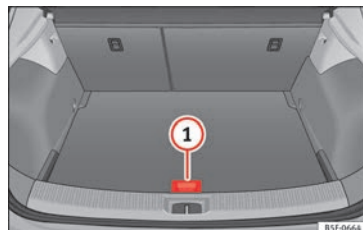

Fig. 179 Bagagliaio: piano variabile
- Sollevare il piano variabile con la maniglia » » » **fig. 179** ①, tirarlo e spingere verso lo schienale dei sedili posteriori finché la parte mobile del piano non si appoggia sullo stesso.